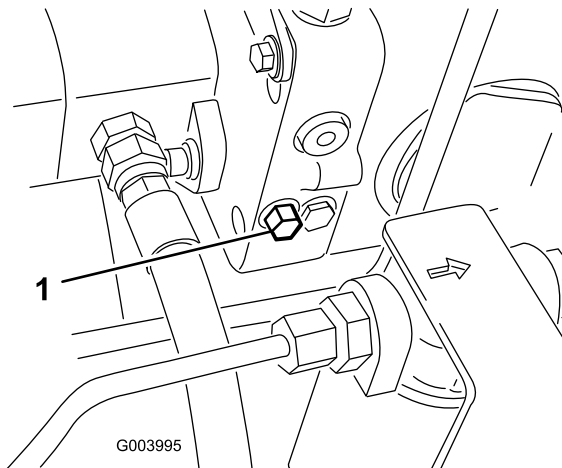

图41
1. 将旁通阀螺栓旋转 1-1/2 圈，打开旁通阀并允许油在内部分流（图41）。